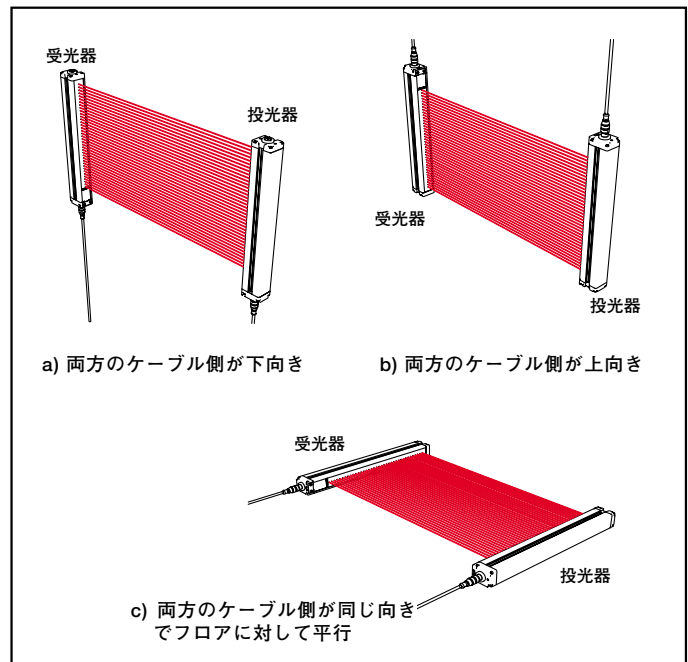

Fig.3-5 投受光器の正しい設置例
**重要: 投受光器のコネクタ側を同じ向きにしてください**(Fig. 3-5と「警告」、およびセクション3.1.3を参照) 付属のM6ボルトとナット、またはお客様で用意したハードウェアを使用し、投受光器のマウンティング・ブラケットを取り付けてください(以下参照); Fig.3-9をご参照ください。